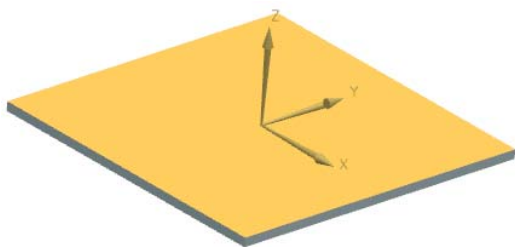

图 4-38 选择草图绘制平面
(1) 选择“菜单(M)”→“插入(S)”→“冲孔(H)”→“百叶窗(L)”，或者单击“主页”选项卡“凸模”面组上的“百叶窗”按钮，打开“百叶窗”对话框，单击图标，选择如图 4-38 所示的平面作为草绘平面。